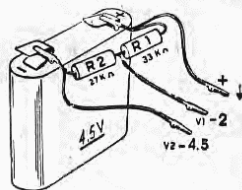

Fig. 11 - Per la polarizzazione fissa potrà essere usata una pila di 4,5 volt munita di conveniente partitore da collegare alla pila stessa al momento dell'uso.
al terminale n. 1 del sintonizzatore RF N. 7870. Può essere usata una sola batteria a 4,5 volt munita di un partitore resistivo per ottenere i 2,5 volt, com'è indicato nella fig. 11.
- 4) una tensione negativa di -3 volt, fornita da una pila (2 elementi a secco in serie). Tale tensione potrà essere ottenuta anche da una pila di 4,5 Volt, munita di partitore com'è indicato nella fig. 11 sostituendo R1 con una resistenza di 5.6 KΩ.